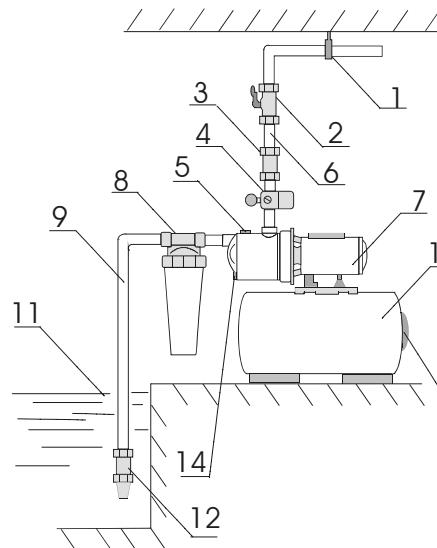

рис.1
Условные обозначения на рис.1: 1-опора напорной магистрали, 2-кран, 3-обратный клапан, 4-реле давления, 5-отверстие для залива воды, 6-напорная магистраль, 7-насос, 8-магистральный фильтр, 9-всасывающая магистраль, 10-гидроаккумулирующий бак, 11-вода, 12-обратный клапан с сеточкой, 13-крышка, закрывающая нипель, 14-отверстие для слива воды.
8.1.5. Всасывающая труба должна иметь на конце обратный клапан с сеточкой (рис.1 поз.12) при всасывании из колодца, а также, если возможно попадание мелких механических частиц, магистральный фильтр перед насосной станцией (рис.1 поз.8).
8.1.7. На выходной трубе из насоса рекомендуется установить обратный клапан (рис.1 поз.3) для предотвращения гидроударов в моменты включения/выключения насоса и кран (рис.1 поз.2), настройка которого описана в пункте 12.6.
- Откройте заливное отверстие, отвинтив гайку (рис.1 поз.5).
- Плотно завинтите заливное отверстие (рис.1 поз.5) для предотвращения подсоса воздуха.
б) При работе насосной станции кран (рис.1 поз.2) должен быть открыт. Он является простым устройством настройки нормального режима работы насосной станции. При полностью открытых кранах всех точек разбора гидравлической системы и работающем насосе давление воды в системе (которое показывает манометр) не должно опускаться ниже минимально допустимого (указанного на корпусе насоса). Для этого кран (рис.1 поз.2) нужно прикрывать до тех пор, пока давление воды в системе (которое показывает манометр) не достигнет значения минимально допустимого, указанного на корпусе насоса. Возможен случай, когда это требование может быть выполнено при полностью открытом кране. Потом желательно предотвратить возможность случайного открывания/закрывания крана (рис.1 поз.2).
б) Если насосная станция долгое время не будет работать, необходимо слить воду через сливное отверстие (рис.1 поз.14). Используя заливное и сливное отверстие промыть насос чистой водой . Убедитесь что в насосе не осталось воды. Эта операция должна проводится всегда, если есть угроза замерзания воды. При замерзании воды в насосе он разрушается и восстановлению не подлежит.
- снять пластиковую крышку на гидроаккумулирующем баке (рис.1 поз.13);